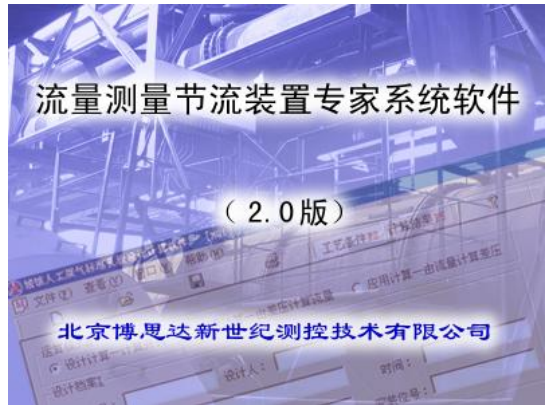

图 2 “流量测量节流装置专家系统软件”的启动界面
1. 启动界面，如图 2 所示：
1. 鼠标双击电脑桌面上的“流量测量节流装置专家系统软件”的快捷方式图标（标题为“节流装置设计及管理软件”）进入启动界面，如图 2 所示。